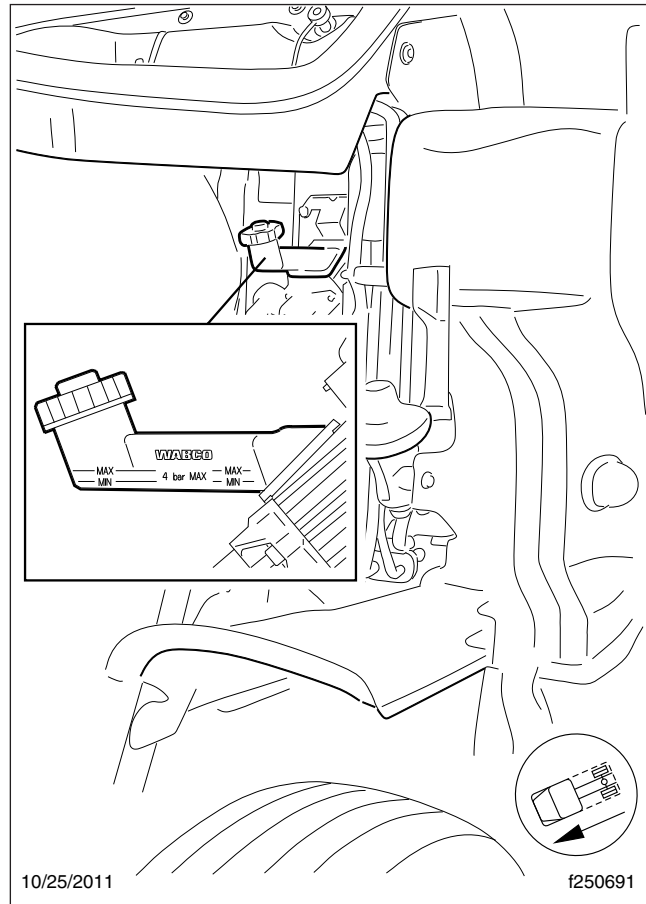

Figura 3, Depósito, control del embrague hidráulico
Si el nivel del líquido está por debajo de la línea MIN, llene el depósito con líquido para frenos DOT 4 nuevo de un recipiente sellado herméticamente hasta que el nivel llegue a la línea MAX. Vea la Figura 3.
3. Retire la tapa del depósito (vea la **Figura 3**) e instale el adaptador de purga a presión en el depósito.